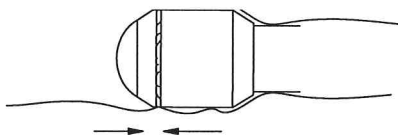

Рис. 4
5. В момент, когда фиксатор наковальни будет полностью снаружи (красная метка на фиксаторе наковальни должна быть полностью видна снаружи ткани), присоедините к нему стержень наковальни до щелчка (рис. 4).